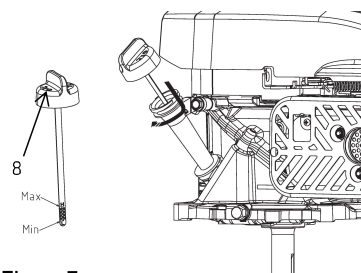

Figure. 7
2. Retirez le bouchon de remplissage d'huile / la jauge (8) et essuyez-le.
3. Insérez le bouchon de remplissage d'huile / la jauge (8) dans le goulot de remplissage d'huile comme illustré, mais ne le vissez pas et retirez-le pour vérifier le niveau d'huile.
4. Si le niveau d'huile est proche ou inférieur à la limite inférieure de la jauge, enlevez le bouchon de remplissage d'huile / jauge d'huile (8) et remplissez avec l'huile recommandée jusqu'au repère supérieur (bord inférieur de l'orifice de remplissage d'huile). Ne pas trop remplir.
5. Réinstallez le bouchon de remplissage / la jauge d'huile (8) en vissant dans le sens horaire jusqu'à sentir une résistance montrant qu'il est fixé en place (Voir la figure 7)